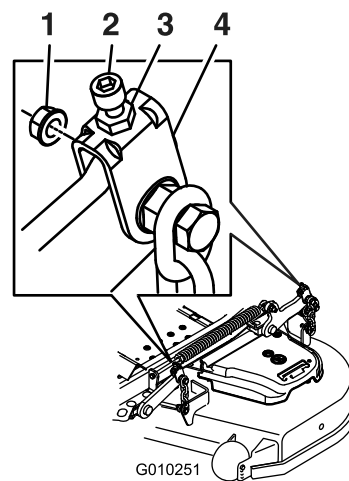

Figure 86
10. Le cas échéant, desserrez l'écrou Whizlock sur le côté de la chape et l'écrou de blocage sur le dessus (Figure 86).
17. Ajustez précisément la vis de réglage en la tournant jusqu'à obtention d'une hauteur de 8,3 mm ( $3\frac{1}{4}$  po) (Figure 86).